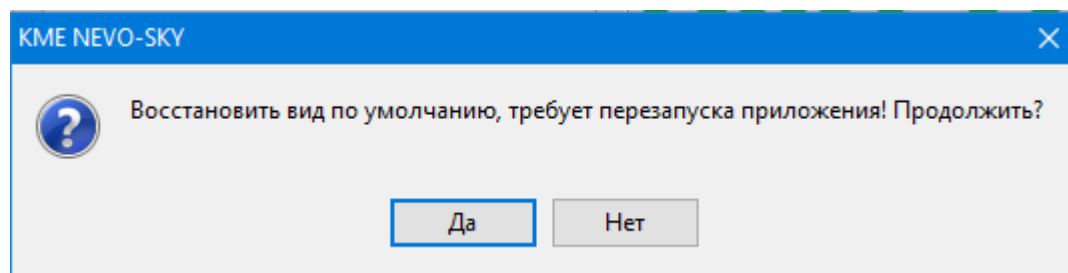

Рис. 2.21 Запрос на восстановление
- **«Вид по умолчанию»** – после подтверждения и перезапуска приложения все настройки приложения вернуться к значениям по умолчанию (Рис. 2.21)